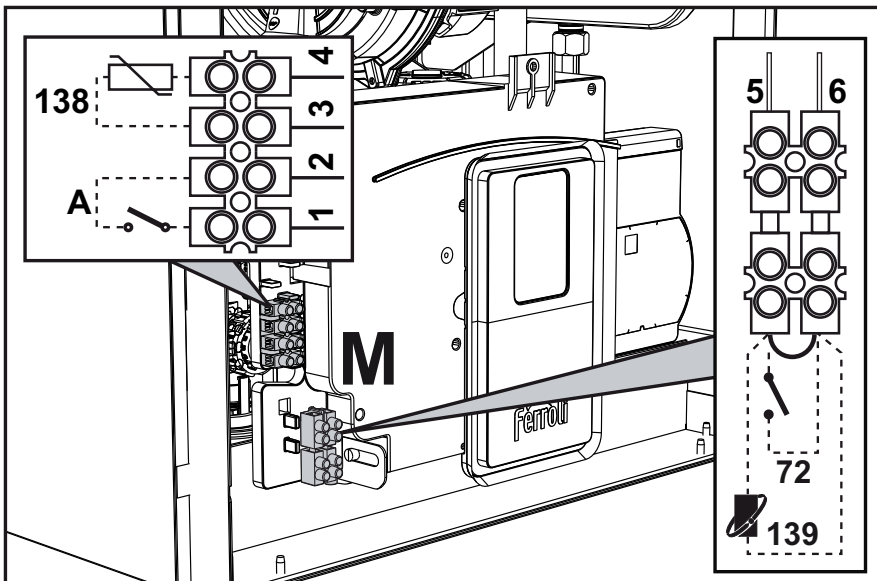

fig. 29
Después de quitar el panel frontal (** 'Apertura del panel frontal' on page 98 **) es posible acceder a las borneras (M) y al fusible (F) como se indica a continuación. **Los bornes indicados en la fig. 29 deben tener contactos secos (no 230 V).** La posición de los bornes para las diferentes conexiones también se ilustra en el esquema eléctrico de la fig. 66.
Configuración del interruptor ON/OFF (A, fig. 29)